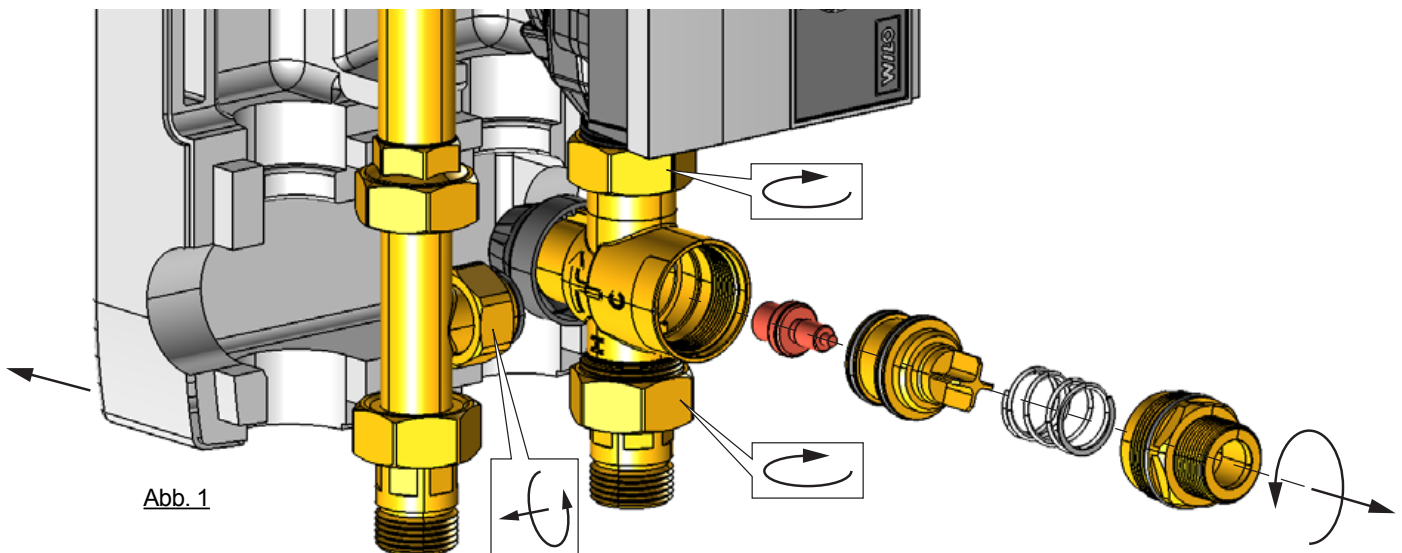

Abb. 1
Es wird empfohlen, 2 optionale Kugelhähne (D) vor der Heizkreisgruppe zu montieren, um eine leichte Wartung bzw. einen leichten Austausch von Teilen zu ermöglichen. In diesem Fall, die drei Kugelhähne (A) (B) und (C) müssen geschlossen werden, bei Drehen im Uhrzeigersinn die entsprechende Betätigungen. Falls dass es wäre besonders schmutziges Wasser, es ist möglich die Kartusche des Thermostatventiles sauber zu machen ohne die Eichung zu verlieren (Abb. 1). Die zwei Kugelhähne nach Wartung wieder öffnen und die Anlage erneut unter Druck setzen.
WARTUNG: Für Wartung Kann Thermostat-Mischventil (C) ausgebaut werden. Die 3 Überwurfmuttern losmachen und ziehen die Zirkulationsüberwurfmutter zurück. Die Dichtung herausziehen und der Körper des Thermostat-Mischventiles drehen lassen um leicht die Kartusche zu erreichen. Die 33 mm Sechskant-Muffe durch einen geeigneten Schlüssel ausschrauben. Die Komponenten herausziehen, sauber machen, schmieren und wiedermontieren bei Beachten die Reihenfolge der **Abb. 1**. Die Muffe anschrauben und Drehmoment bei 40 Nm wiederherstellen. Das Thermostat-Mischventil wieder in Stellung bringen und die evtl. beschädigte Dichtungen austauschen. Die 3 Überwurfmuttern festmachen.